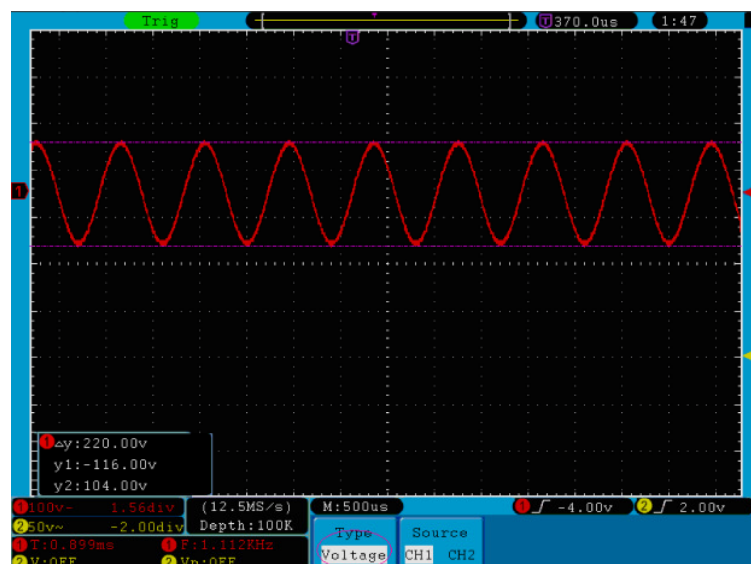

Abb. 71 Wellenform bei der Spannungsmessung mit dem Cursor
4. Verändern Sie die Positionen von **CURSORM1** und **CURSORM2** entsprechend der zu messenden Wellenform; es wird dann der absolute Wert der Spannungsdifferenz zwischen Cursor 1 und Cursor 2 im Fenster angezeigt. Die aktuelle Position von Cursor 1 wird unter Cursor1, die von Cursor 2 unter Cursor2 angezeigt (siehe **Abb. 71**).